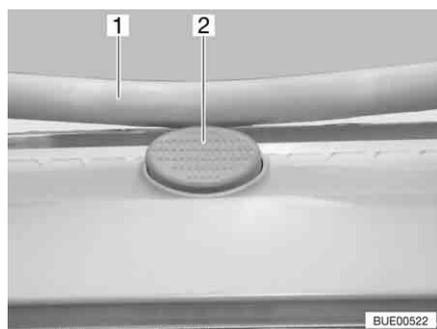

Fig. 90 Botón de seguridad en la claraboya Heki
- Pulsar el botón de seguridad (Fig. 90,2) y tirar la horquilla (Fig. 90,1) hacia abajo con ambas manos.
- Presionar el estribo hacia arriba con ambas manos hasta que la horquilla se encuentre encima del botón de seguridad (Fig. 90,2).